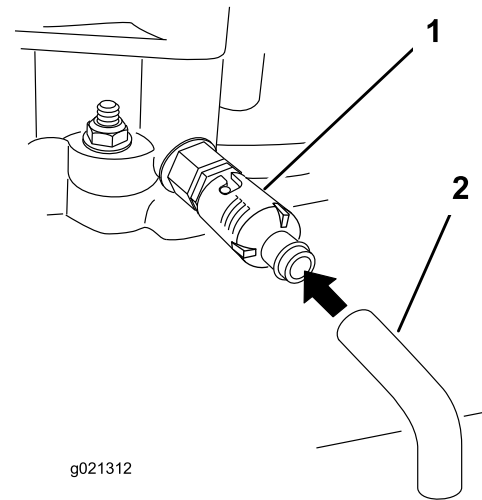

Bild 23
5. Stellen Sie eine Auffangwanne unter den Ablassschlauch. Drehen Sie das Ölablassventil, damit das Öl herauslaufen kann (Bild 23).
7. Entfernen Sie den Ablassschlauch (Bild 23).